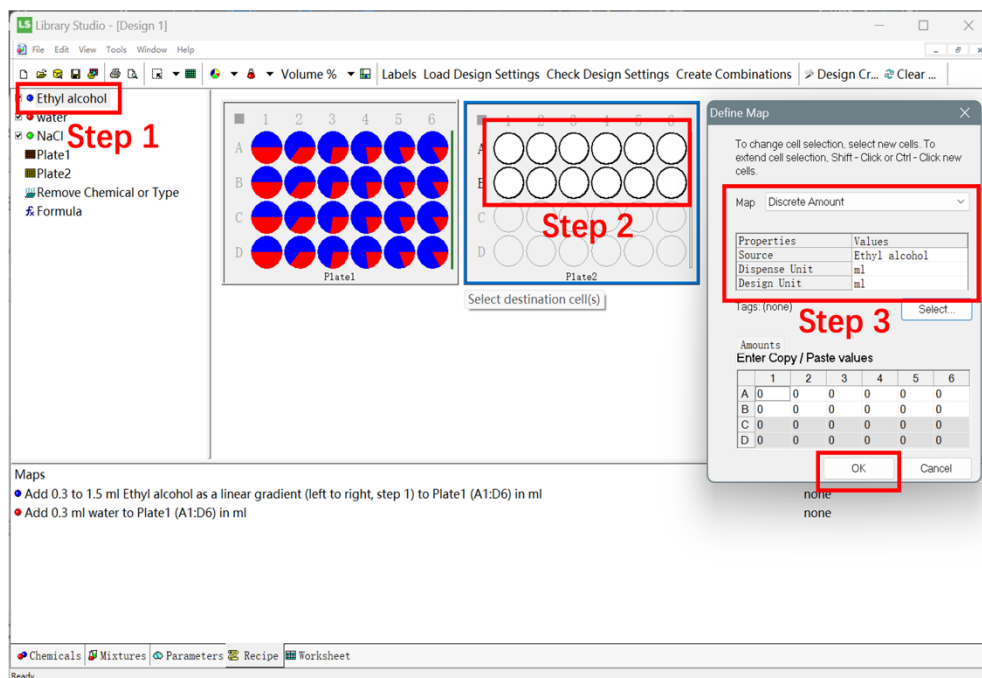

图 6-2-8
- 3) 添加化学品到实验板位中: 如图 6-2-8, 按照实验顺序, 选中“Sources”中的对应化学品, 并直接拖入对应板位中, 再在板位上选中需要添加该化学品的孔位(若需加入多个孔位, 可以直接拖拽选择连续孔位, 或者按下“Ctrl”键后鼠标左键选择相应孔位)。随后在出现的“Define Map”窗口中, 设置该化合物的单位(Dispense Unit 及 Design Unit, 两个单位必须保持一致), 所选单位应与样品类型匹配(例如, 固体选 mg/ μ g, 液体选 mL/ μ L)。其中“Map”选项的下拉菜单中也有多种输入方式可选, 包括手动输入(Discrete Amount)、表格导入(Exists)、百分比递增(Geometric)、梯度递增(Gradient)、统一(Uniform)等。完成后选择“OK”, 用同样的方法编辑添加其他化学品。